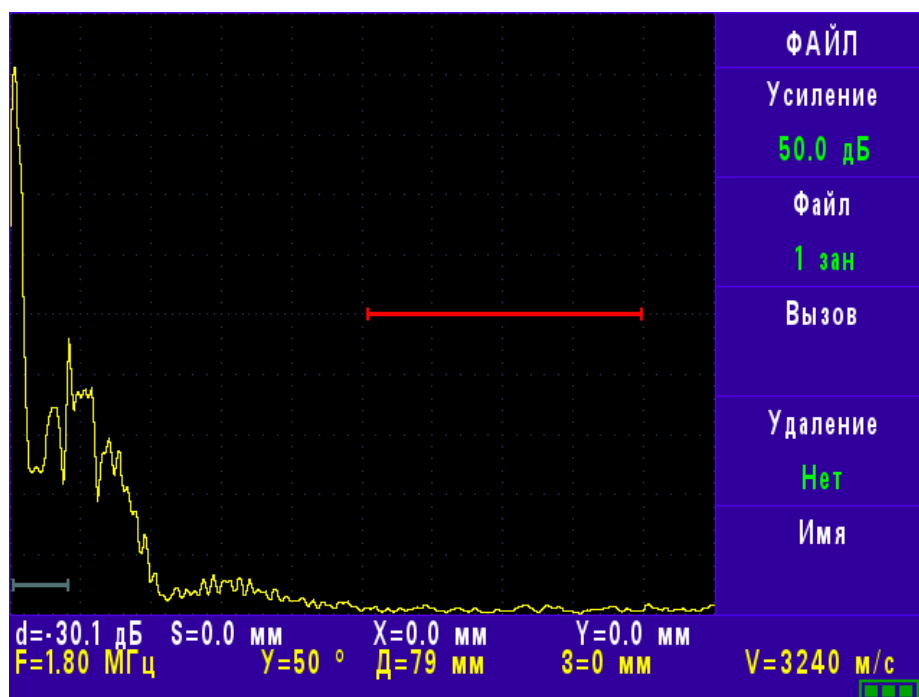

Рис. 5.13
5.5.8. Меню **«ФАЙЛ»** содержит следующие параметры (рис. 5.13).
5.5.8.2. Параметр «Вызов» выбирает файл для просмотра на экране нажатием клавиш  или  соответствующих этому пункту. При этом экран дефектоскопа приобретает вид, показанный на рис. 5.13.